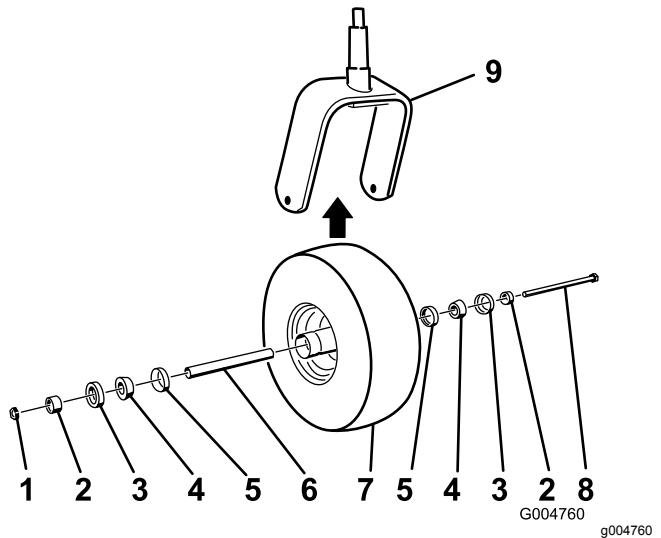

Figure 70
5. Montez la roue pivotante en poussant les roulements à rouleaux coniques et les joints, garnis de graisse, dans le moyeu, en les positionnant comme indiqué à la Figure 70.
2. Retirez le contre-écrou du boulon (Figure 70).